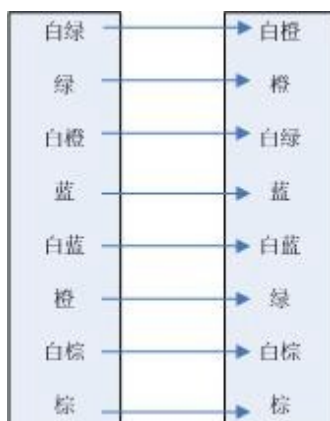

图 5-1 开发机与目标机的网线连接图
- (1) 开发机上安装 Microsoft Visual Studio;
- (2) 开发机上安装 GUS 产品的 SDK (Software Development Kit);
- (3) 将开发机和目标机通过网线连接，网线连接图如图 5-1 所示。